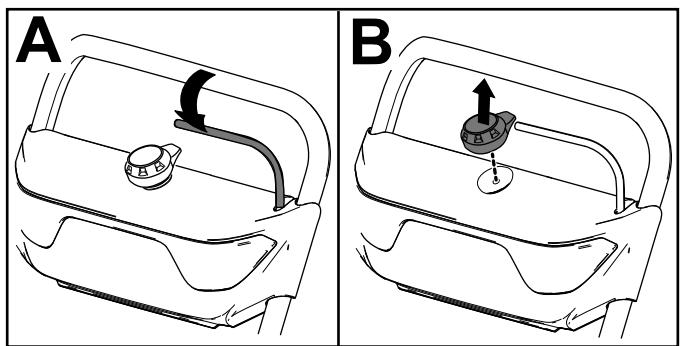

Figura 9
1. Suelte la barra (Figura 9, A).
2. Retire el botón de arranque eléctrico del arrancador eléctrico (Figura 9, B).